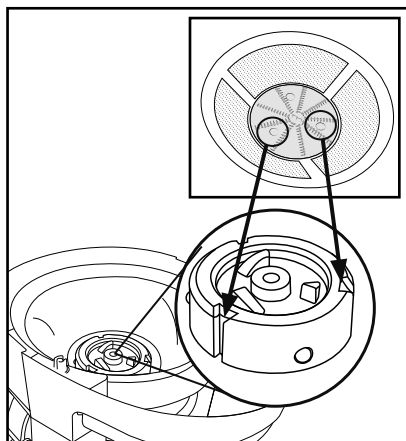

Fig. 2
- 3) Sæt filteret **4** på drivakslen **13**. Filteret **4** skal anbringes, så det går ind i holderne på drivakslen **13**, der passer dertil (se fig. 2). Læg mærke til de 3 runde markeringer mellem knivene og styreskinnerne/udskæringerne på drivakslen **13**, når du sætter filteret ind – de skal pege mod hinanden, da filteret ellers ikke kan sættes på. Filteret **4** skal klikke på plads og sidde fast, før du kan fortsætte med at samle produktet!